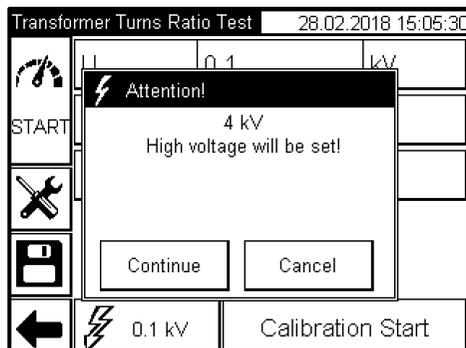

Рисунок 11.27
5) Запустить измерение емкости С1, для чего нажать кнопку  (рисунок 11.26), на экране появится окно "Attention!" (рисунок 11.27), далее выполнить указания п.п.8-10 раздела 11.2.